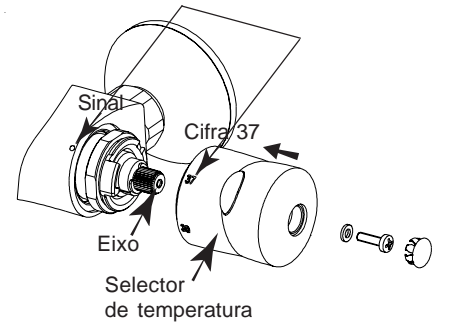

Fig. 1
- Montar de novo o selector de temperatura (o eixo não deve dar voltas) alinhando a cifra 37 com o sinal. Fixar o conjunto com o parafuso (ver fig. 1).